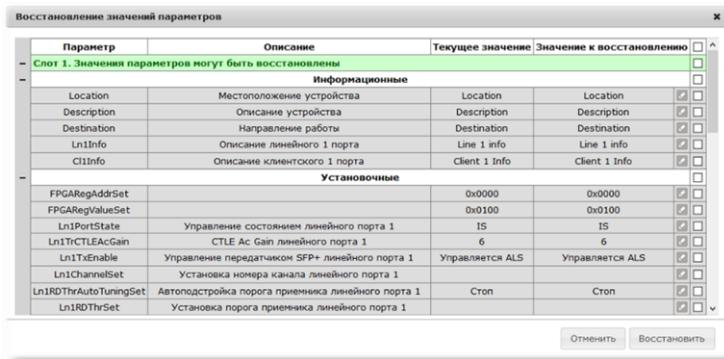

Рисунок 49 – Список параметров для восстановления из резервной копии
- в поле столбца «Резервная копия» напротив слота (1), где отобразились данные конфигурационного файла, нажать кнопку «**Восстановить**»;
- отобразится дополнительное окно со списком всех сохраненных параметров конфигурации изделия, содержащихся в резервной копии (см. Рисунок 49);